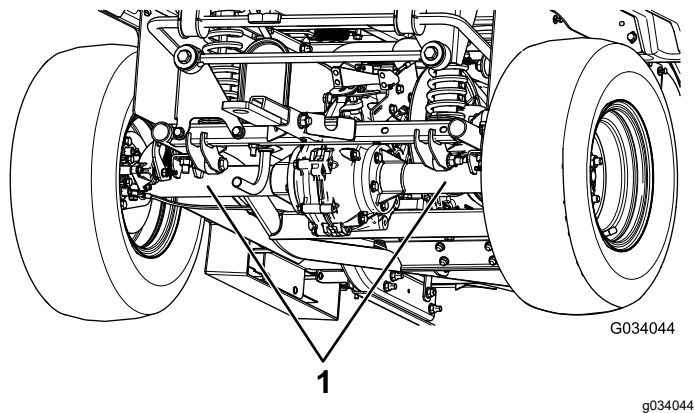

Figura 23
- El punto de elevación de la parte trasera de la máquina está situado debajo de los tubos del eje (Figura 23).